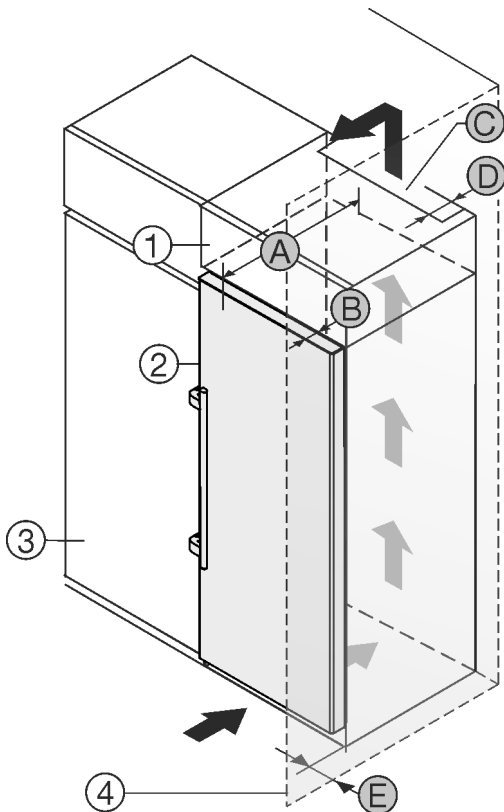

Fig. 2
Вы можете установить устройство непосредственно рядом с кухонным шкафом Fig. 2 (3)\*.
На задней стенке дополнительного шкафчика должен быть вентиляционный канал с глубиной Fig. 2 (D) по всей ширине этого шкафа.\*
Нужно соблюдать вентиляционное отверстие Fig. 2 (C) под нижней панелью.\*
Если устройство устанавливается на шарнирах у стены Fig. 2 (4), то расстояние между устройством и стеной должно быть не менее 57 мм. Это соответствует расстоянию, на которое выступает ручка при открытой дверце.\*
Чтобы можно было полностью открыть дверь, устройство должно выступать на глубину двери Fig. 2 (B) относительно передней стенки кухонного шкафа. В зависимости от глубины кухонных шкафов Fig. 2 (3) и использования пристенных распорок устройство может выступать и больше.\*